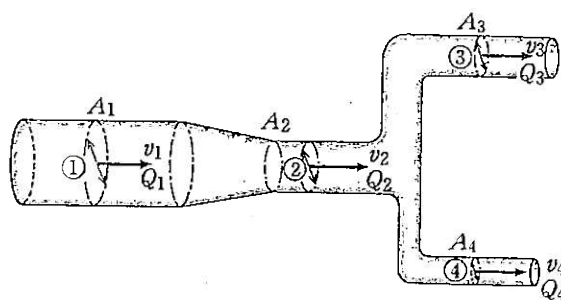

図6
第7問題 図6は水平に敷設された管水路の一部を取り出して、上側から見たものである。この管水路の各断面積をそれぞれ $A_1 = 0.10 \text{ m}^2$ 、 $A_2 = 0.06 \text{ m}^2$ 、 $A_3 = 0.04 \text{ m}^2$ 、 $A_4 = 0.02 \text{ m}^2$ とするとき、次の問に答えよ。ただし、断面②の流量 $Q_2 = 0.3 \text{ m}^3/\text{s}$ とする。